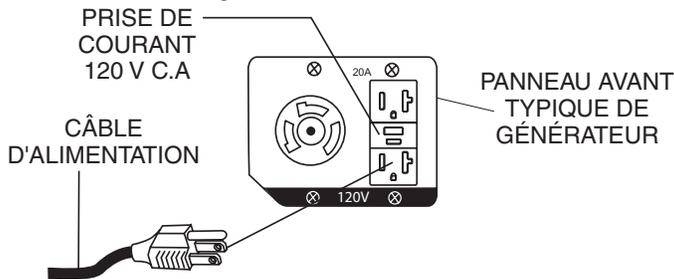

Figure 27. Connexion au générateur
1. Si un générateur portable est utilisé, connecter le câble d'alimentation C.A à la prise de 120 V. c.a du générateur utilisé. Voir Figure 27.